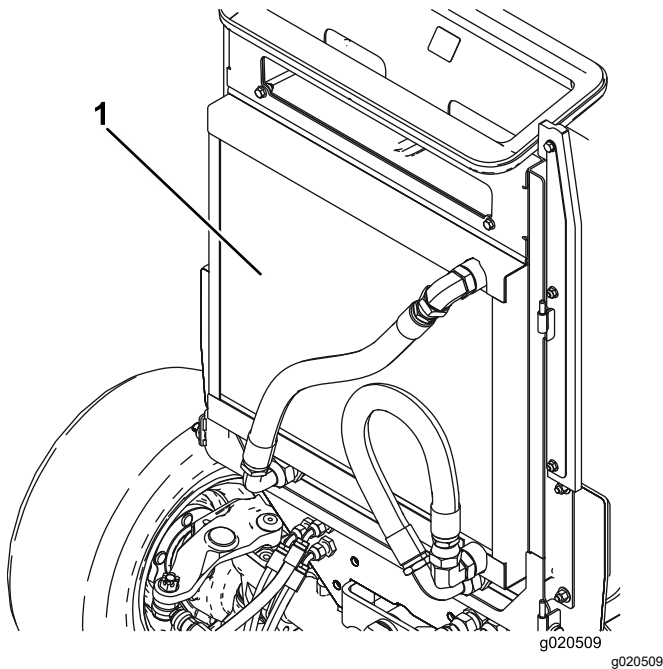

図 87
5. オイルクーラとラジエーターの裏表を圧縮空気で丁寧に清掃する 図 87。